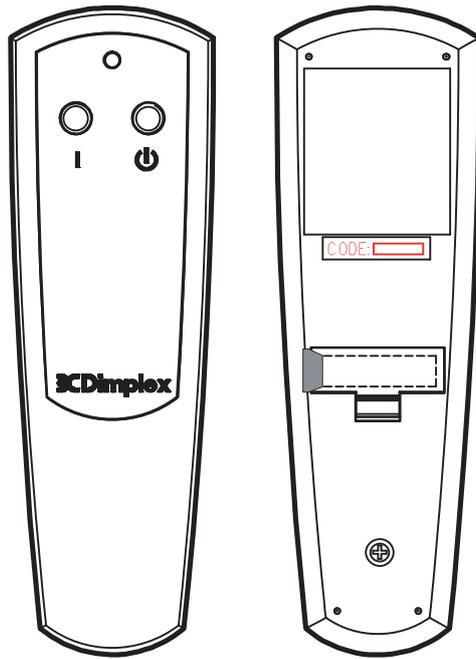

Fig. 4
Nota: prima di mettere in funzione il telecomando, è necessario sfilare la striscia isolante di plastica posta tra l'astuccio e il coperchio della batteria (Fig. 4).
3. Entro dieci secondi dalla ripresa dell'alimentazione, premere il pulsante ON presente sul telecomando (Fig. 4).
1. aprire il coperchio del vano batteria del telecomando facendolo scivolare (Fig. 4)